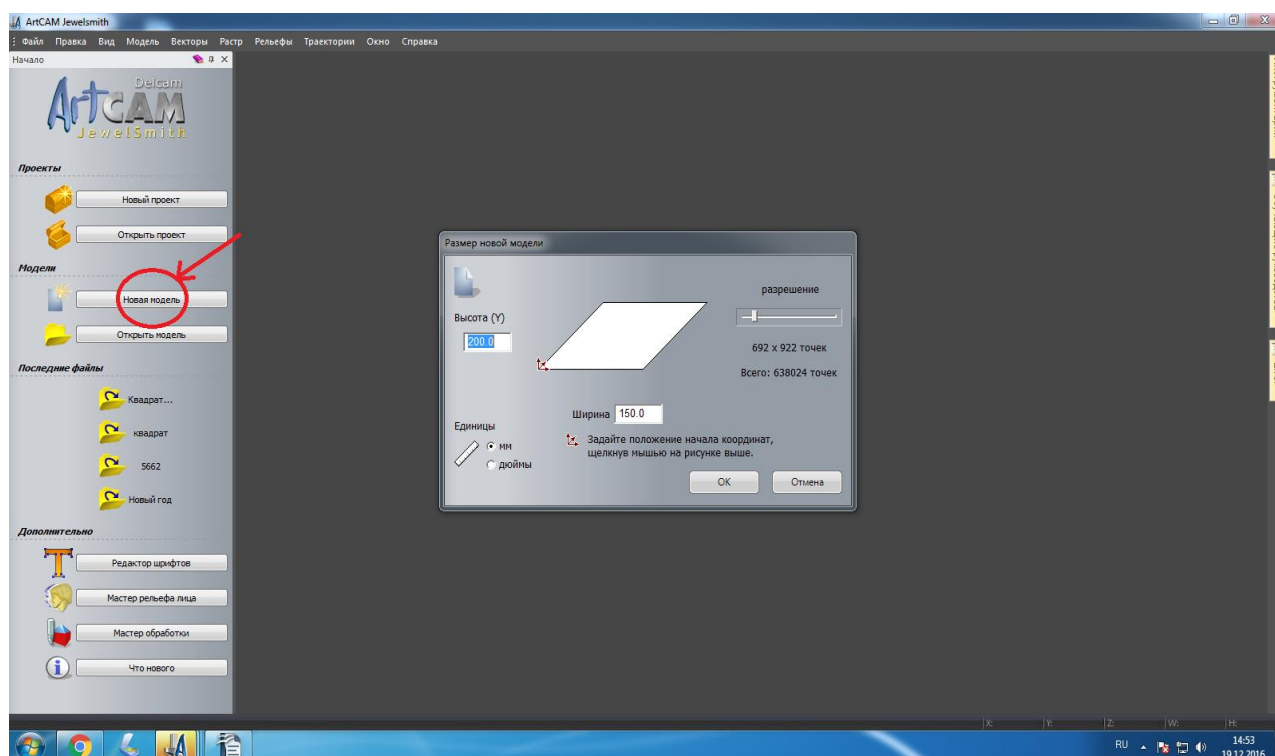

Рисунок 1. Создание новой модели.
1. Запустите ArtCAM. Выберите пункт «Новая модель», рисунок 1.